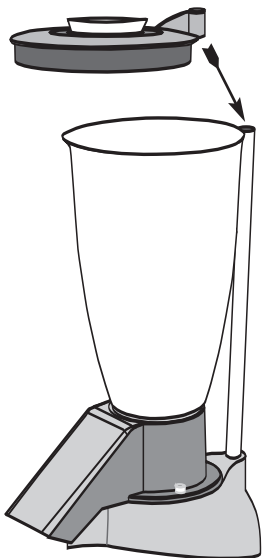
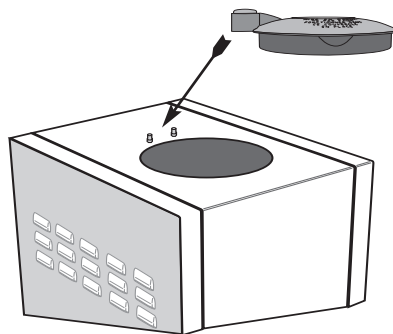

Fig. 5
Fig. 6
- 4 Pour le modèle V90, mettre le couvercle en faisant coïncider le senseur magnétique avec le bout de la tige en acier (Fig. 5). Pour le modèle V100, mettre le couvercle en plaçant le senseur magnétique entre les deux vis de positionnement (Fig. 6).